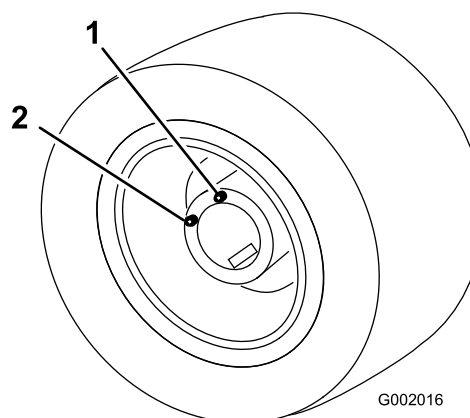

Bild 82
5. Bewegen Sie das Fahrzeug langsam, bis das Rad für das Auffüllen positioniert ist (Bild 82).